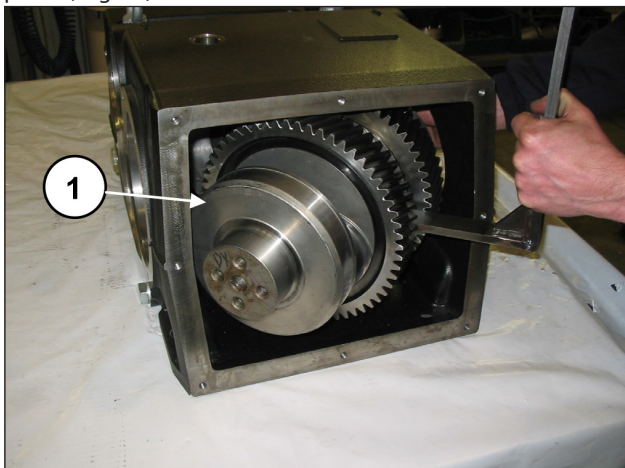

Fig. 40
Retire o eixo de manivela da parte posterior do carter (pos. ① pos. ①, Fig. 40).